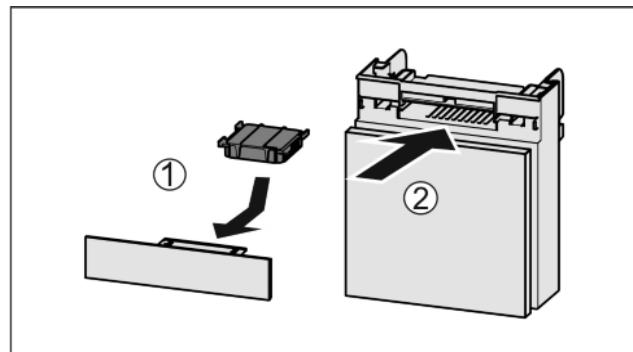

Fig. 36
- Поставете Fig. 36 (1) филтъра с активен въглен, както е показано на фигурата.
- Вкарайте Fig. 36 (2) отделението.